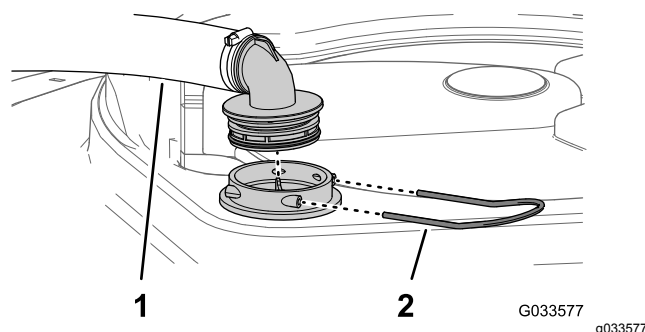

Figure 95
2. Au sommet de la cuve du pulvérisateur, retirez l'étrier qui fixe le raccord de flexible sur le grand flexible et le logement du filtre (Figure 95).
3. Retirez le flexible et le raccord du logement du filtre (Figure 95).